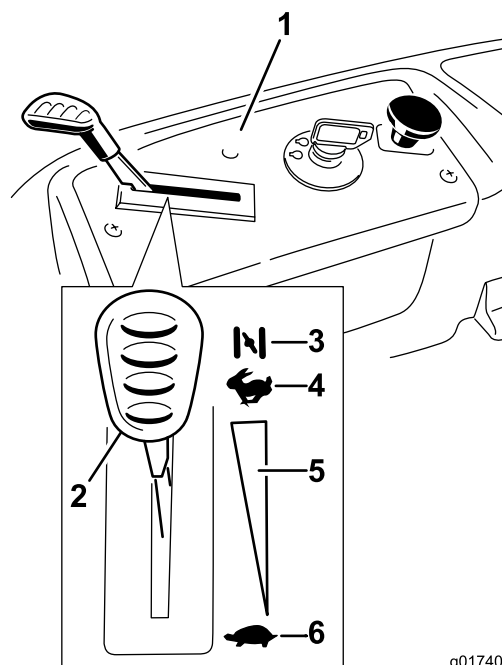

Figura 12
3. Mueva la palanca del acelerador a la posición Estárter antes de arrancar el motor si éste está frío (Figura 12).
5. Cuando el motor arranque, mueva el acelerador a la posición Rápido (Figura 12). Si el motor se cala o funciona irregularmente, vuelva a colocar el acelerador en Estárter durante unos segundos. Repita este procedimiento tantas veces como sea necesario.
2. Coloque la palanca del acelerador en una posición entre media y plena potencia (Figura 12).